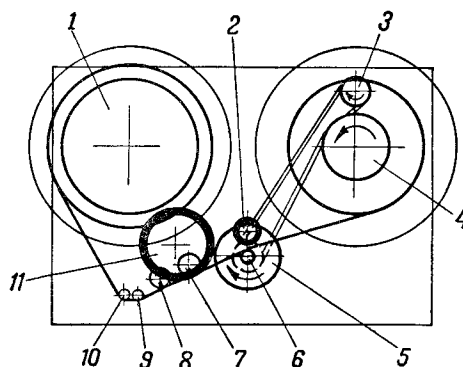

Рис. 13. Кинематическая схема лентопротяжного механизма.
**Лентопротяжный механизм.** Кинематическая схема лентопротяжного механизма показана на рис. 13. Механизм смонтирован на стальной панели. Он приводится в движение асинхронным электродвигателем типа ДВА-У4, на вал которого насажен маховик с ведущим валом (рис. 14).